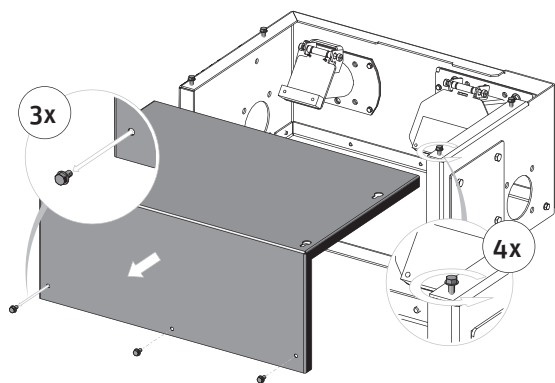

Fig. 116
- Rimuovere la copertura del contenitore di raccolta – Fig. 116.